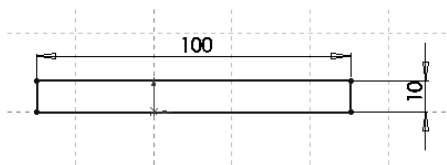

图 10-131 绘制矩形草图
1) 创建一个新的文件，在操作界面左侧的 FeatureMannger 设计树中选择“前视基准面”作为绘图基准面，然后单击“草图”控制面板中的（边角矩形）按钮，绘制一个矩形，如图 10-131 所示。